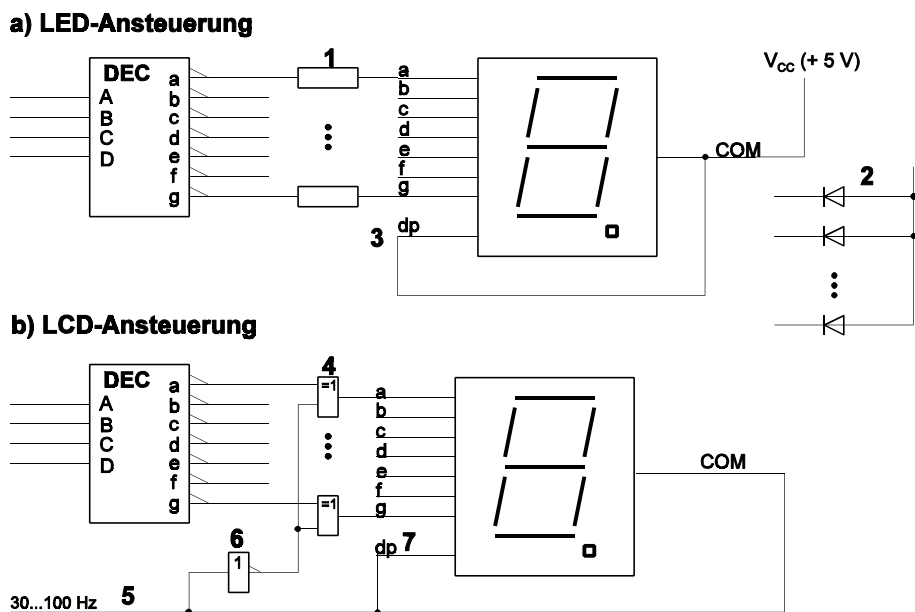

Abb. M3
4. Siehe Abbildung M3.
Erklärung zu Abb. M3: